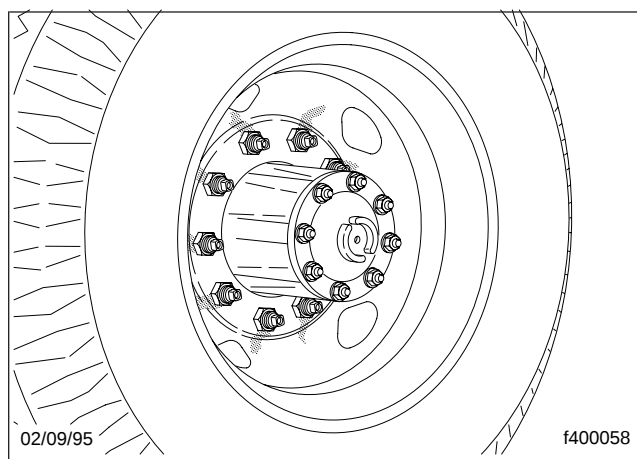
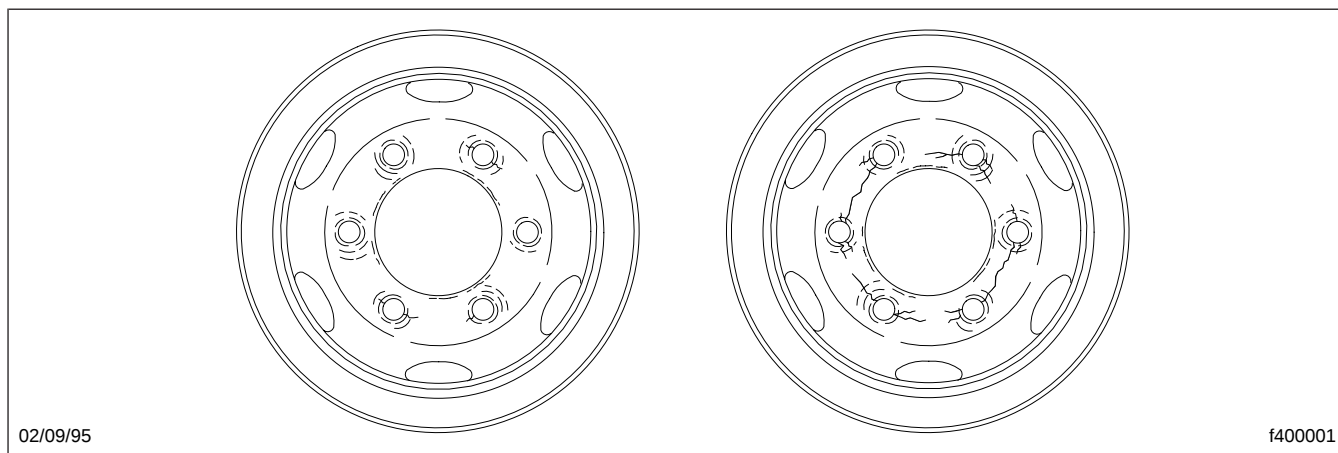

Fig. 12.7, Saleté et traces de rouille provenant des orifices des goujons
Fig. 12.8, Orifices de goujons usés
19.1 Enlevez la saleté et toute autre matière étrangère des assemblages. La saleté et les traces de rouille des orifices des goujons, l'accumulation de métal autour des orifices des goujons, les orifices de goujons ovalisés ou usés, peuvent être causés par les écrous de roues desserrés. Voir la **figure 12.7** et la **figure 12.8**.